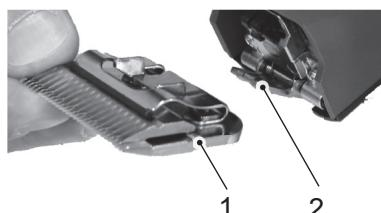

Fig. 8
6. Fest klippehodet på bladhengselet, og fold den inn på den påslalte klippemaskinen med et lett trykk (Fig. 8, 9, 10).